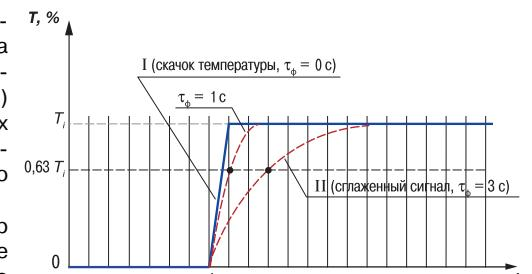

Рис. 5
3.1.4.4.3. Цифровой фильтр устраниет шумовые составляющие сигнала, осуществляя его экспоненциальное сглаживание. Основной характеристикой экспоненциального фильтра является τ_ϕ – постоянная времени цифрового фильтра, параметр **inF1** (**inF2**) – интервал, в течение которого сигнал достигает 0,63 от значения каждого измерения T_i (**рис. 5**).